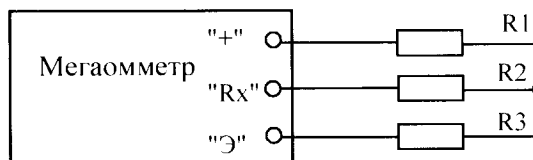

Рисунок 1
- Эквивалентное сопротивление схемы в соответствии с рис. 1 рассчитывается по формуле 1: